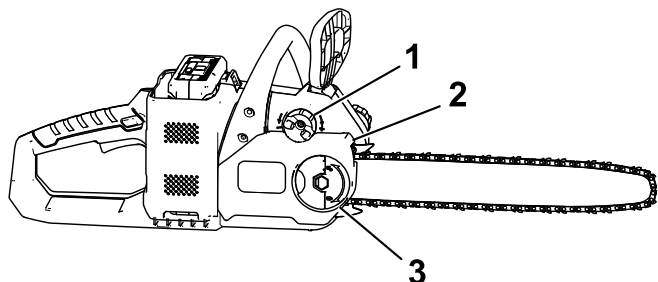

Figure 29
5. Serrez l'écrou à oreilles jusqu'à ce qu'il soit bien serré (Figure 29).
2. Retirez l'écrou à oreilles qui fixe le couvercle (Figure 29).
3. Détendez la chaîne en tournant la vis de tension dans le sens antihoraire (Figure 29).